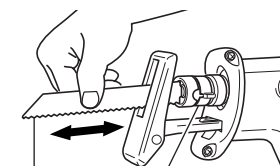

Fig. 7
(5) Con la mano, tire de la hoja de sierra hacia atrás dos o tres veces y verifique que la hoja esté firmemente instalada. Si al tirar de la hoja ésta produce un chasquido y el manguito del sujetador se mueve ligeramente, significa que se encuentra correctamente instalada. (Fig. 7)